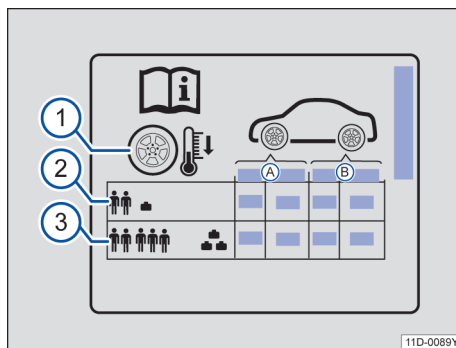

图 158 胎压标签上的图标
胎压标签上的数据 → 图 158:
– 在有效负荷较大时要相应地调整轮胎压力→图 158③。